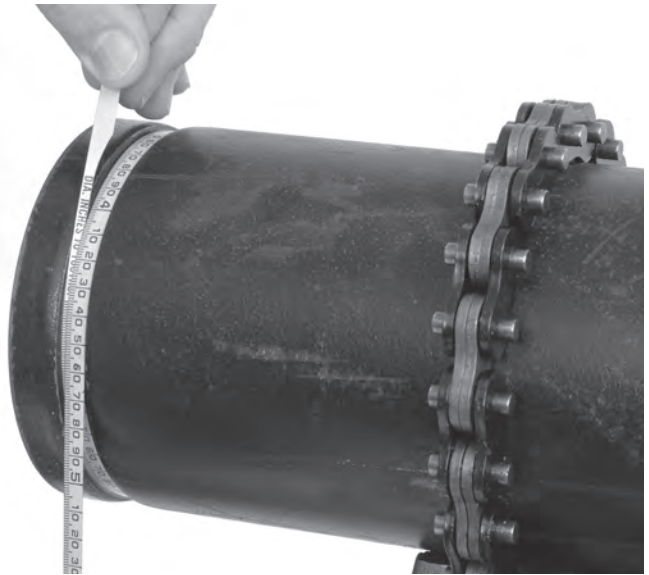

Abbildung 21 - Prüfen des Nutdurchmessers mit einem Durchmesserband
2. Messen Sie den Nutdurchmesser mit einem Durchmesserband (*siehe Abschnitt Optionale Ausrüstung*). Wickeln Sie das Durchmesserband eng um das Rohr in der Nut. Vergewissern Sie sich, dass das Band flach auf dem Boden der Nut sitzt, und lesen Sie den Nutdurchmesser ab (*siehe Abbildung 21*). Vergleichen Sie den gemessenen Nutdurchmesser mit dem erforderlichen Nutdurchmesser gemäß *Tabelle II oder III* oder wie vom Hersteller des Nutfittings angegeben.